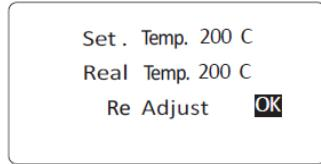

图 3
- 1 进入设置菜单，移动游标至“Cal. Status.”选项，按压旋钮进入校温模式，旋转旋钮至“Real Temp”输入实测温度，按压旋钮进入下一行，顺时针旋转使游标停留在 OK 上(如图 3)，按压旋钮确认，使用旋钮选择“Save & Exit”选项保存并退出菜单